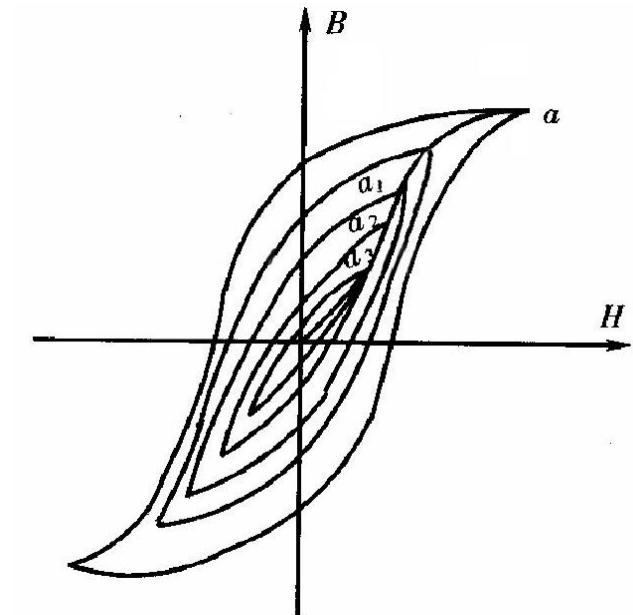

图3 基本磁化曲线  $aa_1a_2a_3$
⑤当从初始状态  $H=0$ ,  $B=0$  开始周期性地改变磁场强度的幅值时，在磁场由弱到强地单调增加过程中，可以得到面积由大到小的一簇磁滞回线，如图3所示。其中最大面积的磁滞回线称为极限磁滞回线。我们把图3中原点 O 和各个磁滞回线的顶点  $a_1, a_2, \dots, a$  所连成的曲线，称为铁磁性材料的基本磁化曲线。
⑥由于铁磁材料磁化过程的不可逆性及具有剩磁的特点，在测定磁化曲线和磁滞回线时，必须将铁磁材料预先退磁，以保证外加磁场  $H=0$ ,  $B=0$ ; 退磁方法：逐渐减少磁化电流，直到  $B$  和  $H$  都减小为零。